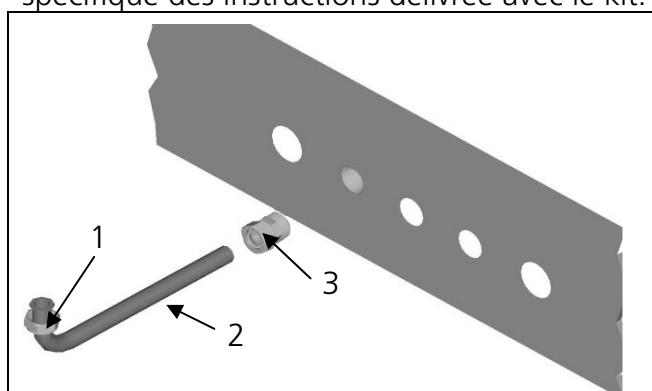

Figure 13
- utiliser les boulons correspondants (n° 1 dans la Figure 13) pour raccorder les tuyaux (n° 2 dans la Figure 13) présents dans le kit.
- utiliser les raccords de type « bicône » (n° 3 dans la Figure 13) pour raccorder les tuyaux aux connexions « femelle » du mur.